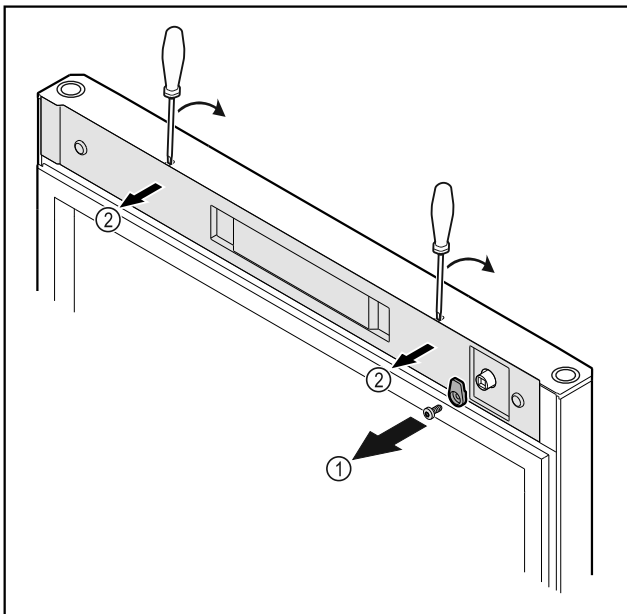

Fig. 11
- Sluithaak Fig. 11 (1) losschroeven.
- Afdekking Fig. 11 (2) met een kleine schroevendraaier losmaken en verwijderen.